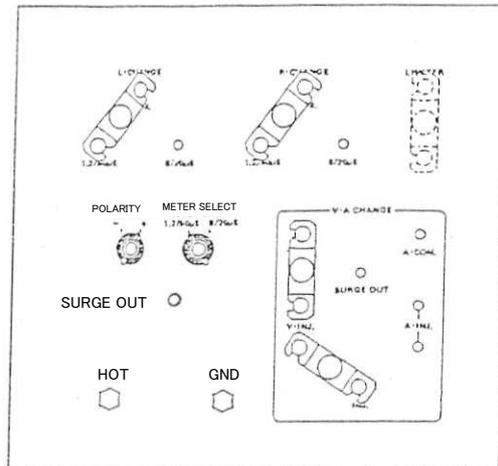

図 13
2. 出力波形切替部を図 13 のように設定します。POLARITY 切替つまみ⑫で出力サージの極性を選択し、METER SELECT つまみ⑬は $1.2/50 \mu s$ に設定します。